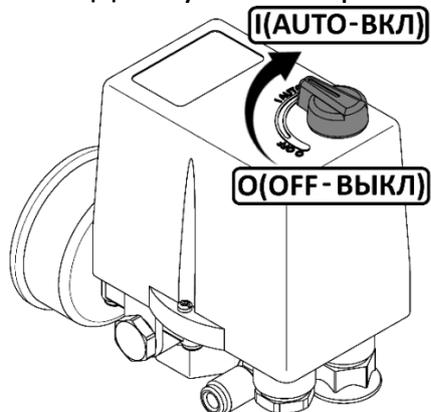

Рисунок 3
- Проверьте, чтобы выключатель на прессостате находился в выключенном положении "O" или "OFF", в зависимости от исполнения (рисунок 3).